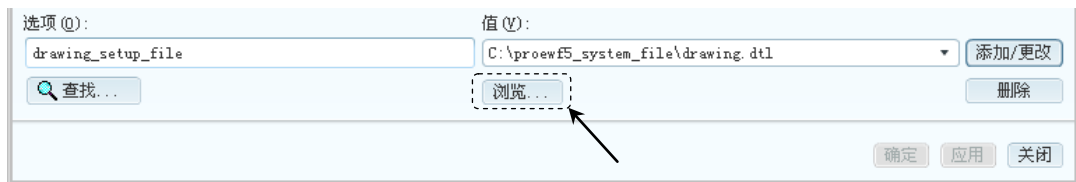

图 10.2.2 “浏览”按钮的位置
② 单击“选项”对话框下部的 **浏览...** 按钮, 如图 10.2.2 所示。